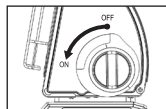

Fig. 2
2. Asegúrese de que el interruptor esté en la posición "OFF" antes de usar el aparato, de lo contrario, no se podrá instalar el cartucho de gas [Fig. 2].